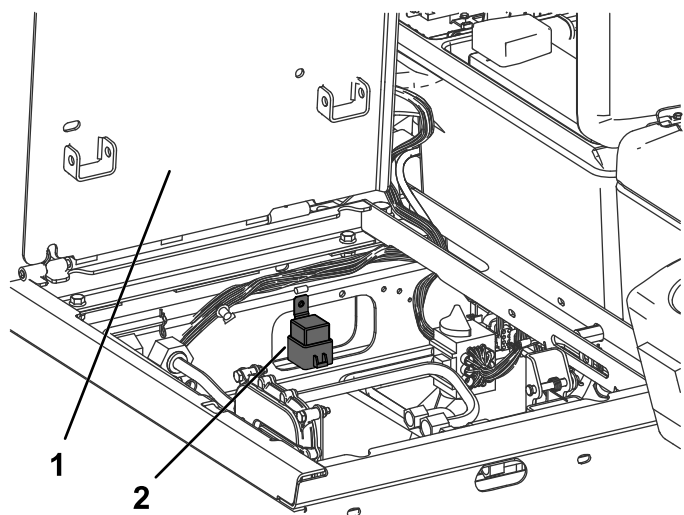

图 26
7. 如图 26 所示用提供的自攻螺丝将继电器安装到继电器安装座上。